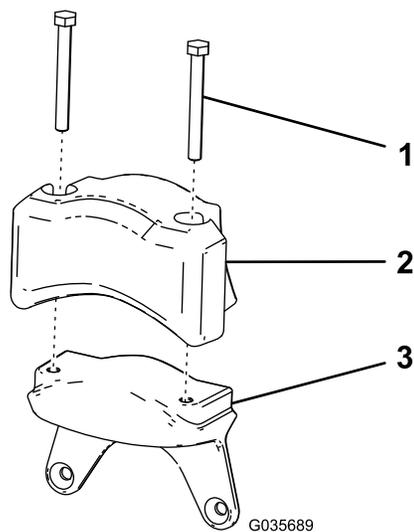

Figura 9
1. Monte o contrapeso elétrico e dois parafusos (5/16 pol. x 2¾ pol.) que removeu no passo 5 de 2 Preparação da unidade de corte \(página 3\) para o novo peso (Figura 9).